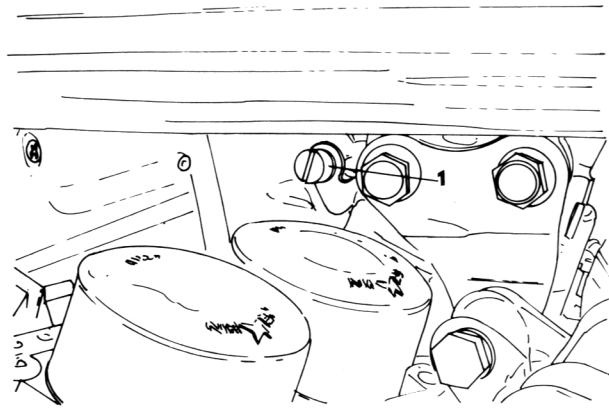

Bild 13
- Die Leerlaufbegrenzungsschraube («1» in Bild 13) entsprechend drehen, um die vorgeschriebene Leerlaufdrehzahl von $900 \pm 100/\text{min}$ zu erhalten. Die Gemischregulierschrauben sind vom Werk vor-eingestellt. Sie sollten nicht verstellt werden, ausser wenn die Vergaser überholt wurden.